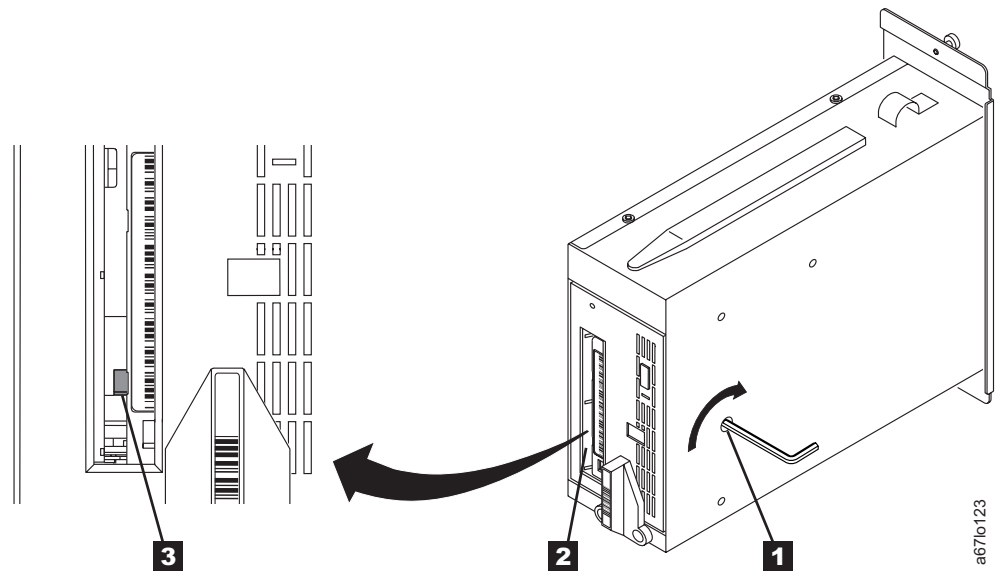

Abbildung 214. Bandkassette auf gerissenes Band überprüfen
6. Legen Sie den Laufwerkschlitten auf die Seite und suchen Sie die Zugriffsöffnung unten an der Einheit (siehe **1** in Abb. 214 auf Seite 237).